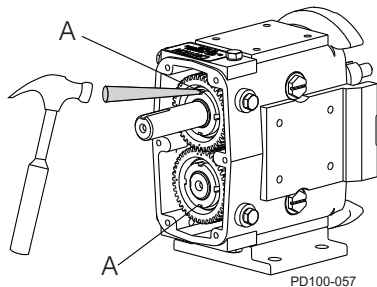

Abbildung 69 - Geradstellen der Sperrnase
6. Stellen Sie die Nase an den Sicherungsrings gerade (Abbildung(Abbildung 69, Pos.Pos. A).